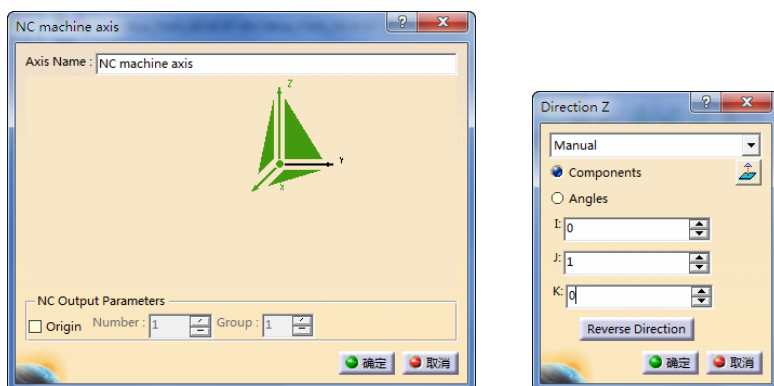

图 6-92 Z 轴方向设定（2）
- 单击对话框中的 Z 轴，系统弹出“Direction Z”对话框，Z 轴方向设定（2）如图 6-92 所示。单击“确定”按钮完成设定。